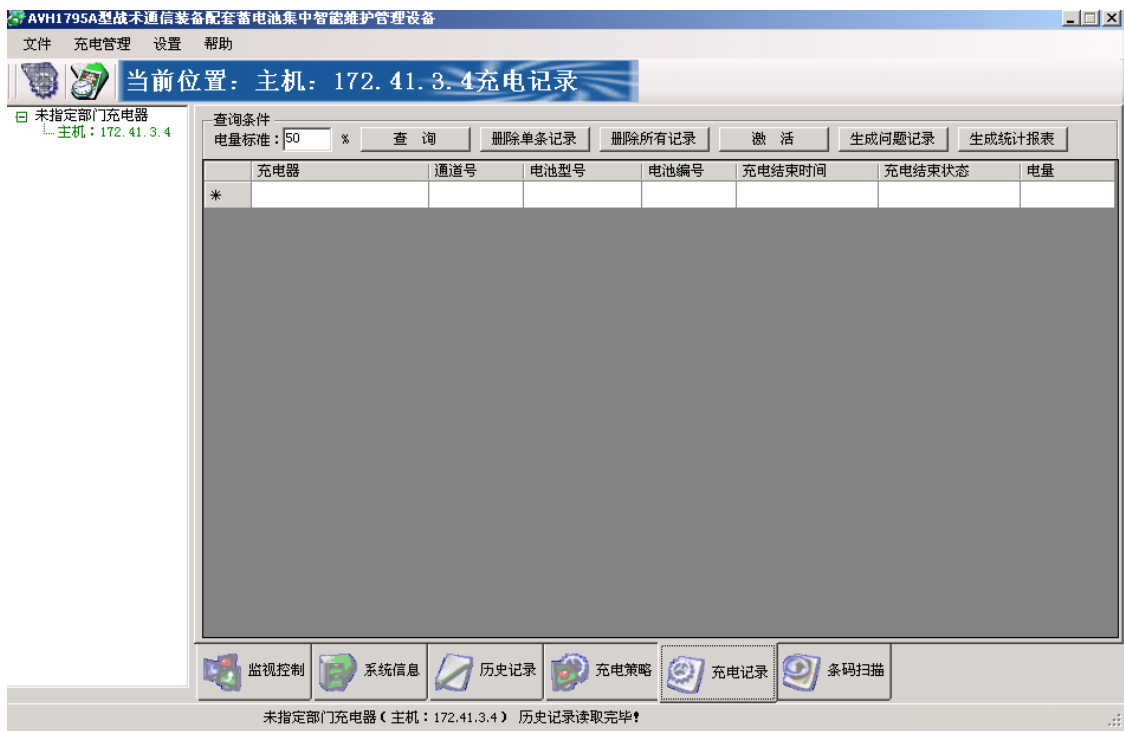

图 4-15 充电记录子界面
操作步骤：点击主界面下方的“充电记录”图标，进入“充电记录”子界面（见图 4-15）。
**友情提示：**“问题电池”是指充电后电量达不到用户设定“电量标准”的电池和充电过程中出现的故障电池，如图 4-15 中电量标准为 50%，则此条件下的“问题电池”是指充电完成时电量小于 50%的电池和故障电池。